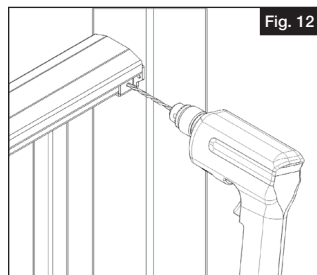

Fig. 12
- b. Con una broca de $\frac{5}{32}$ " pulgadas, taladre previamente el riel superior en la parte lateral de una de las ubicaciones (fuera del riel) del soporte de metal..° 10 en los orificios pretaladrados de cada uno de los soportes metálicos (Fig. 12).